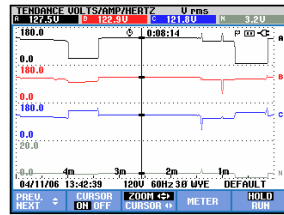

Figure 19-6. Tendance, curseur et zoom activés
- Appuyez sur F3 pour transformer les touches de direction en zoom. Vous pouvez à présent employer les flèches gauche et droite pour agrandir ou réduire les tendances verticalement, comme illustré à la figure 19.6. Utilisez les flèches haut et bas pour effectuer la même opération verticalement. Si le curseur est activé, le zoom horizontal se fait de façon symétrique autour du curseur. Dans le cas contraire, le zoom horizontal démarre à droite de l'écran. Le zoom vertical s'opère également à partir du centre de l'écran.